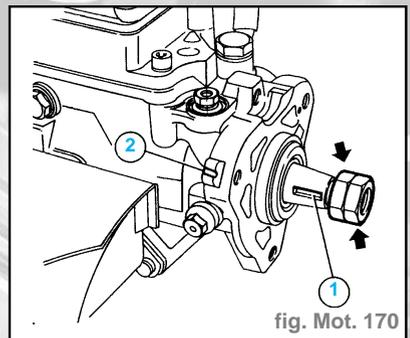

fig. Mot. 170
- A l'aide d'un écrou et d'un contre-écrou placés sur l'extrémité du filetage de l'arbre de pompe, aligner approximativement le siège de la clavette sur l'arbre (1) avec l'encoche située sur le carter de pompe (2) (fig. Mot. 170).